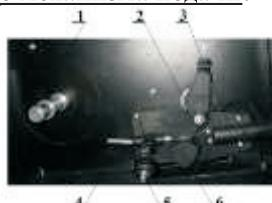

Рис.4. Механизм подачи проволоки
6.5. Установить катушку со сварочной проволокой в подающий механизм, см.рис. 4, поз.1. Убедиться в том, что направляющий ролик установлен таким образом, что